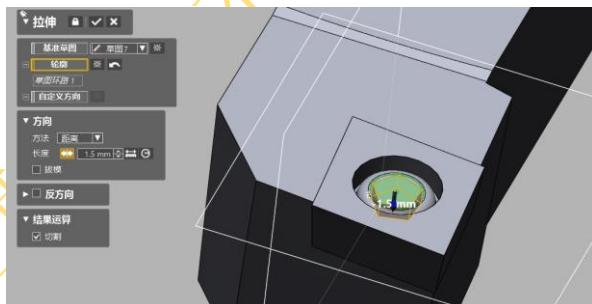

图 4.86 拉伸对话框
28) 点击菜单栏模型》(创建实体下) 拉伸图标 , 弹出拉伸对话框, 轮廓选择六边形, 方向长度 1.5mm, 结果运算: 切割, 如图 4.86 所示, 点击确定完成。